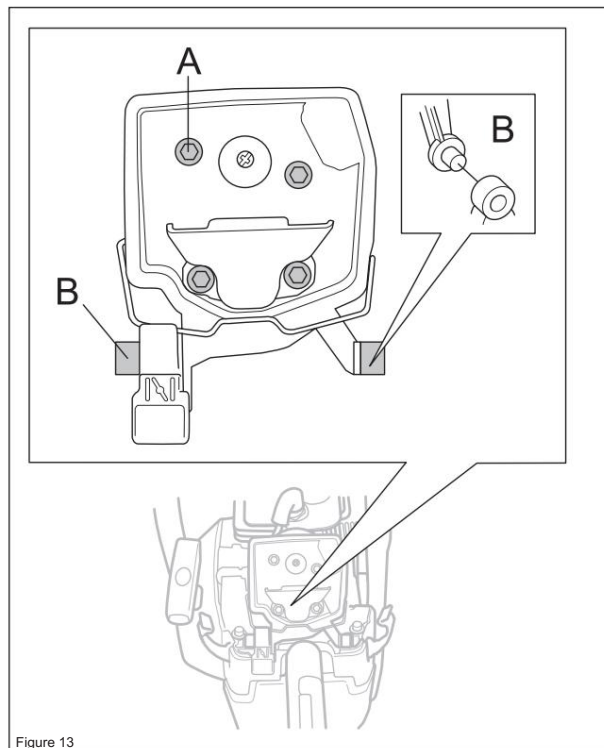

Figure 13
Desserrer les vis (A) (voir figure 13)
Desserrez le porte-filtre des fixations en caoutchouc (B). (voir figure 13)